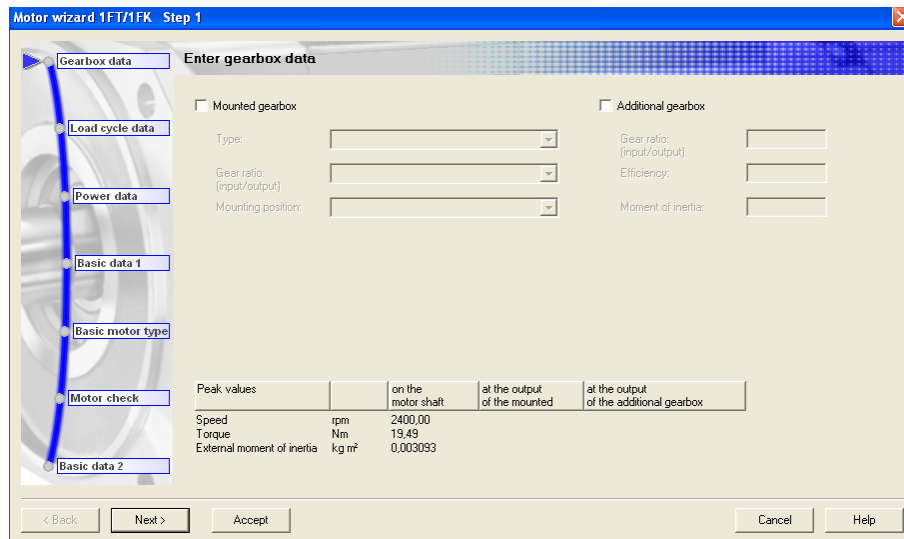

Figura 3.2.63 “Enter gearbox data”
Paso 1 *Enter gearbox data* (figura 3.2.63): El programa pregunta al usuario si se quiere montar una caja de cambios. En la configuración a realizar, al igual que en el eje X y el eje Y, no es necesario. Por lo que se pulsará el icono *Next*.